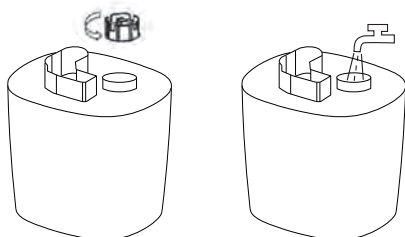

Рис. 2
2. Открутите крышку резервуара для воды против часовой стрелки и залейте воду в емкость (рис.2). Температура воды не должна превышать 40 °С.